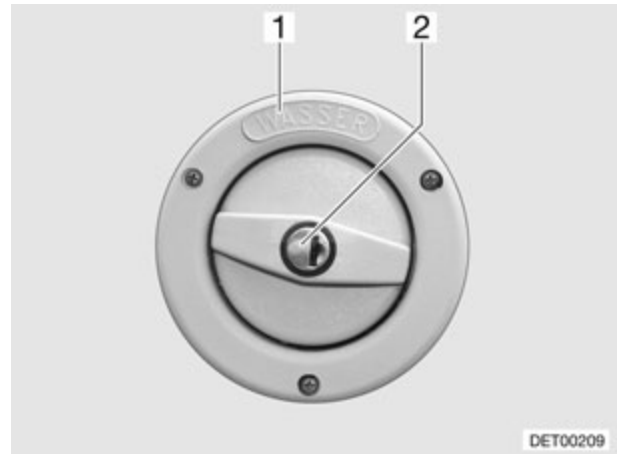

Fig. 30 Tapa de cierre del tubo de llenado de agua potable
▷ El tubo de llenado de agua potable está identificado con el rótulo "WASSER" (agua) (Fig. 30,1).
- Introducir la llave en el cilindro de cierre (Fig. 30,2) y girar en sentido contrario a las agujas del reloj.